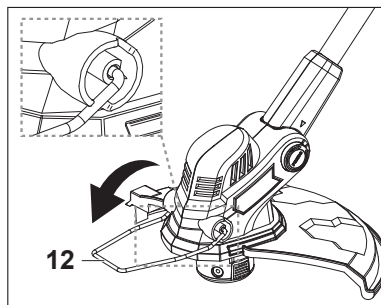

Fig. 26
1. Despliegue el protector de plantas (12) (Fig. 26).